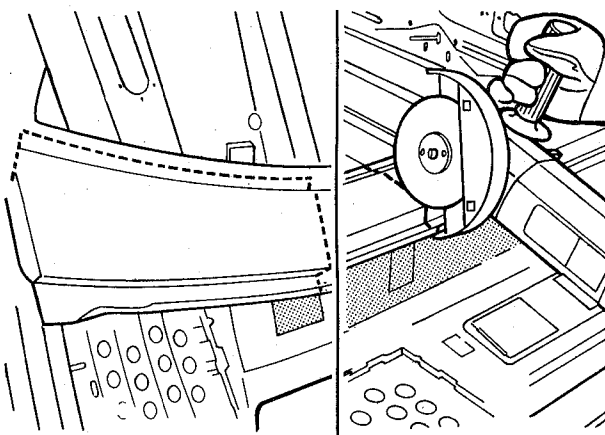

fig. 102
2. Marcar a região de corte, no painel do curvão, de acordo com os danos sofridos, e cortá-los com esmerilhadeira de corte (fig. 102)